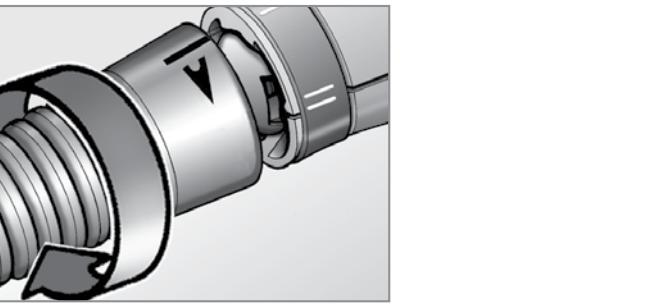

Fig. 2
- faire coulisser l'accessoire jusqu'à la butée de façon à ce que le cran de référence de la buse coïncide avec et le cran jaune de l'appareil (Figure 2);
L'appareil est équipé d'une articulation qui permet d'orienter le jet de vapeur dans la position convenant le mieux pour l'utilisation: monter l'accessoire à bec long sans le pousser à fond mais seulement jusqu'à ce qu'il couvre le joint circulaire de couleur noir. Faire coïncider la ligne de référence de la buse avec le cran jaune de l'appareil (Figure 2).